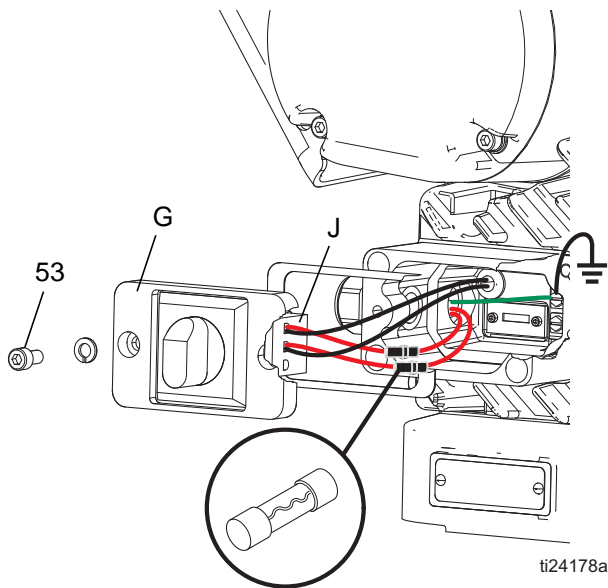

图 9：保险丝位置
3. 从驱动器上卸下四颗螺丝（53）和接线盒盖（G），取出隔断块（J）。参见图 9。
13. 将电线绕着隔断块 (J) 轻轻塞进接线盒 (S), 然后重新安装接线盒盖 (G)。卸下两颗螺丝 (53) 和垫圈, 然后拧紧。参见图 9 (第 13 页)。